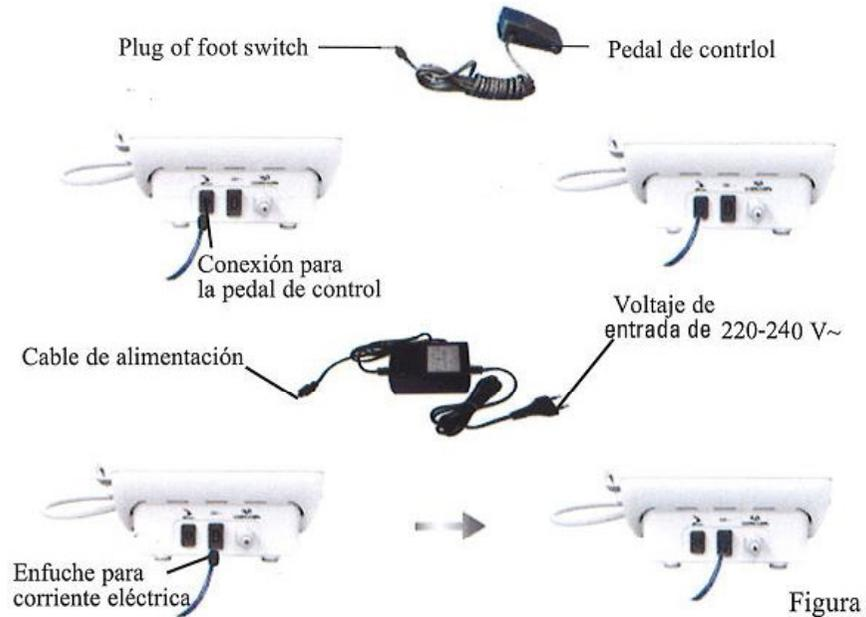

Figura 2
- Conectar el pedal de control (Véase figura 2).